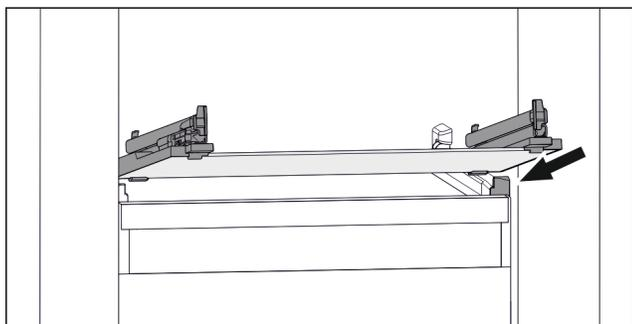

Fig. 143 Exemple de représentation de la tablette en verre
▶ Placer la tablette en verre, en l'inclinant, derrière les butées. (voir Fig. 143)